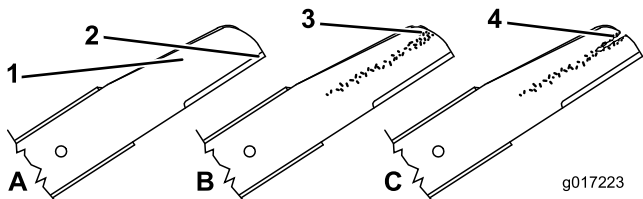

Figura 38
1. Inspeccione as extremidades de corte (Figura 38). Se as extremidades não estiverem afiadas ou estiverem amolgadas, retire e afie as lâminas.
2. Inspeccione as lâminas, especialmente a área curva (Figura 38). Se verificar quaisquer danos, desgaste, ou a formação de ranhuras nesta área, substitua imediatamente por lâminas novas.